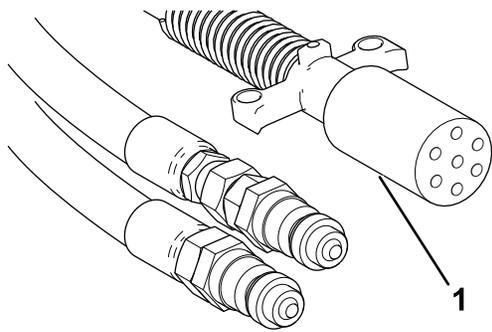

Figura 21
10. Conecte el cable de alimentación enrollado de 7 pines a la toma de la máquina y de la unidad de tracción (Figura 21).